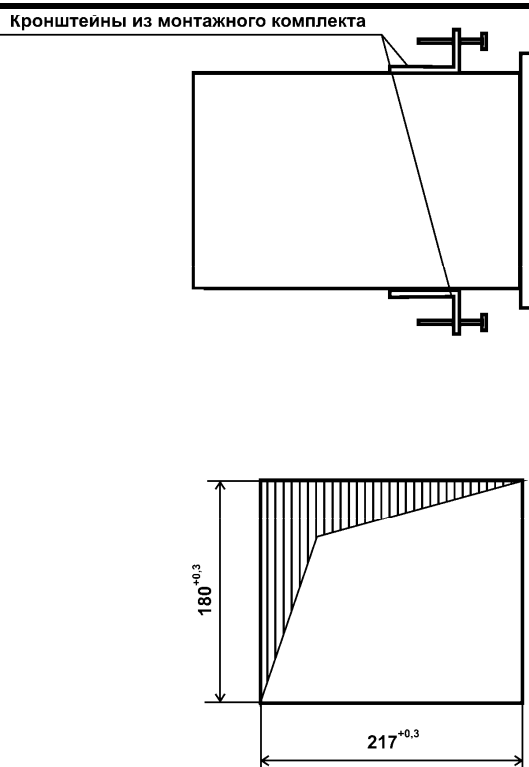

Рисунок 4.1
4.1 Конструкция преобразователя рассчитана на утопленный монтаж на вертикальной панели щита (см. рисунок 4.1).